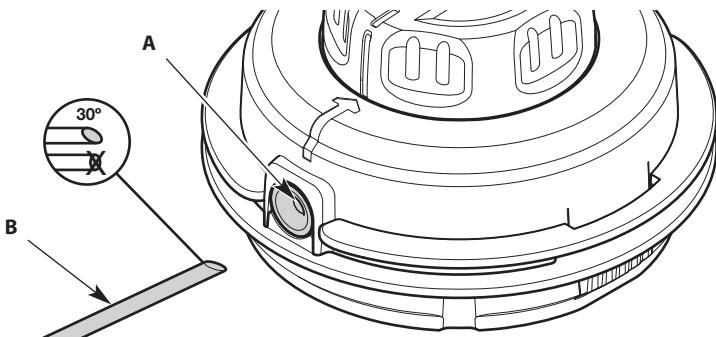

Fig. 2
2. Cut two 10-foot (3 m) lengths of new trimming line. Cut one end of each line at a 30 degree angle (Fig. 2).
4. Insert one of the lines into an eyelet (Fig. 2).
- Insert the end that was cut at a 30 degree angle (Fig. 2).
2. Coupez deux fils de coupe de 3 m (10 pi) chacun. Coupez une extrémité de chaque fil à un angle de 30 degrés (Fig. 2).
4. Insérer un des fils dans un œillet (Fig. 2).
- Insérer l'extrémité coupée à un angle de 30 degrés (Fig. 2).